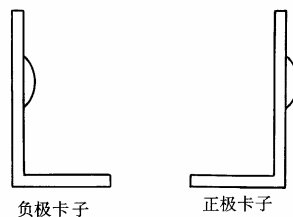

图 3-10
(10) 按图 3-8 所示,沿虚线处将铜片折弯 90° 呈直角状,制成电池卡子。两片折成图 3-10 之左图形状,作为电池负极卡子;另外两片折成图 3-10 之右图形状,作为电池正极卡子。